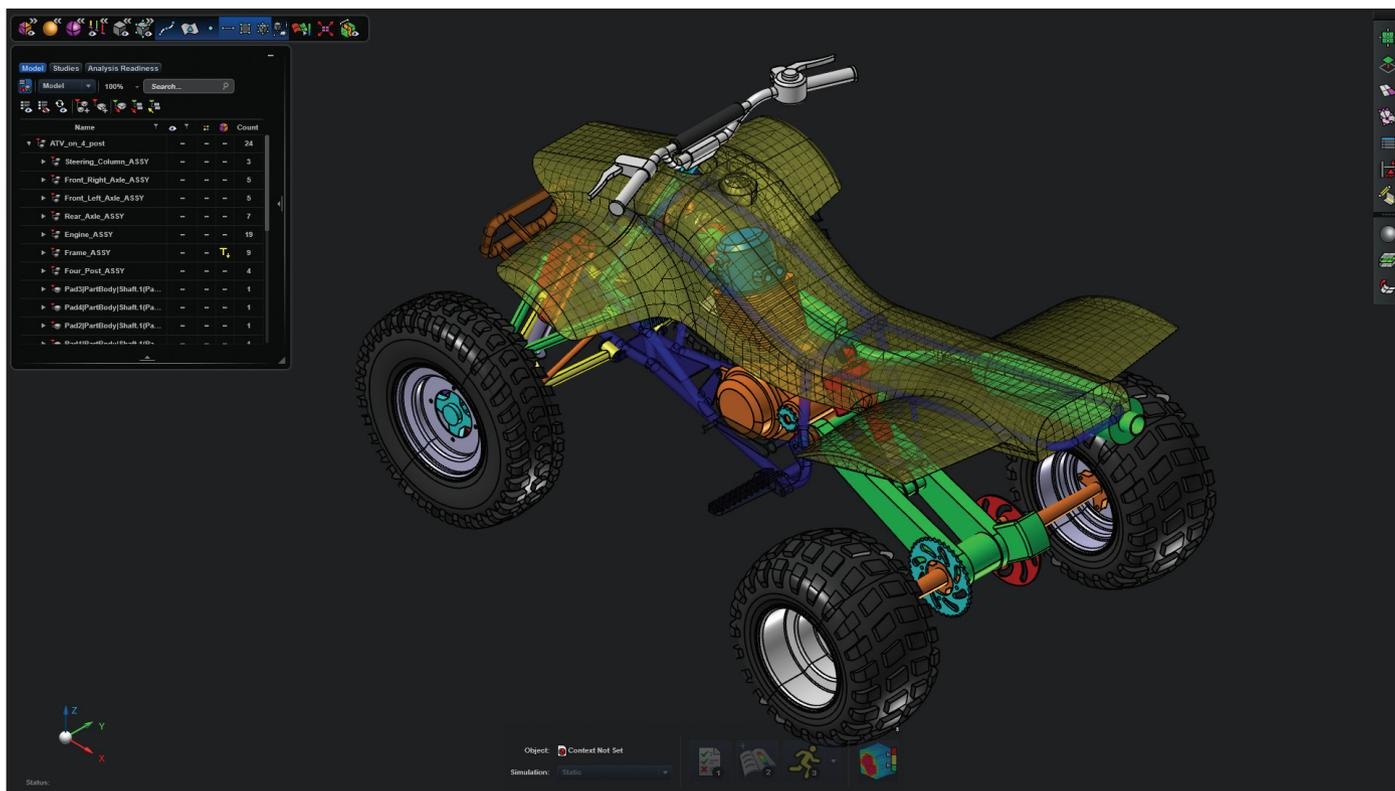

Рис. 1
**MSC Apex** – совершенно новая программная платформа, основа для реализации новых возможностей в сфере CAE-моделирования и анализа. Это гибкая высокоэффективная компонентная среда для подготовки КЭ-моделей и их расчета методом конечных элементов (рис. 1). Состав компонентов среды MSC Apex расширяется от версии к версии. Для актуальной на момент выхода статьи версии MSC Apex – **Diamond Python** доступны два модуля: **Modeler** и **Structure**.